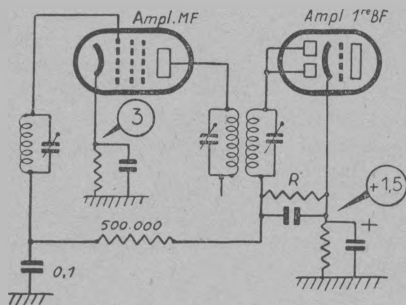

Fig. 61.
5. Accrochage entre émissions, qui cesse dès qu'on est réglé sur une station. Le défaut n'est pas dû à l'antifading, mais à sa sœur, la polarisation insuffisante de l'amplificatrice moyenne fréquence: donc, augmenter la résistance de polarisation (fig. 61).